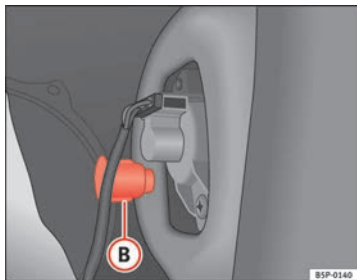

Abb. 192 Standlicht /
- Schrauben Sie die Kunststoffhalterung ⇒ Abb. 192 **B** der Rückleuchte heraus. Zum Herausdrehen können Sie einen Schraubendreher in dieses Teil einsetzen.